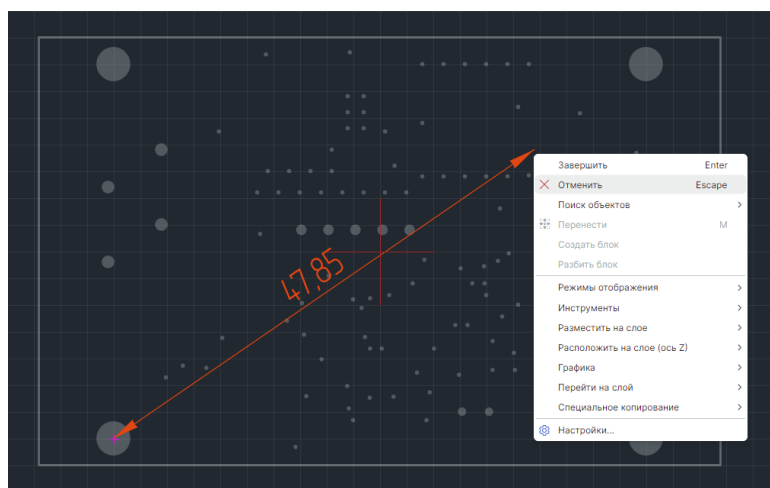

Рис. 399 Отмена размещения размерной линии
5. Размещение линии можно отменить, для этого нажмите клавишу «Escape» или вызовите контекстное меню и выберите «Отменить», см. Рис. 399.